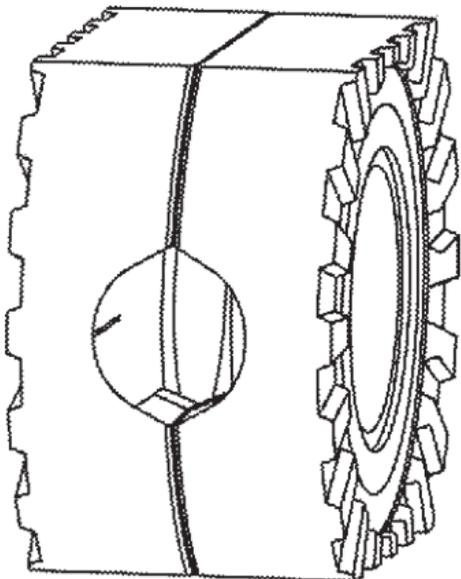

рис. 4
9. Объедините обе распорные муфты со штифтами, пружинками и дистанционными кольцами в сборе в один пакет. Штифты одной муфты должны быть расположены напротив колодцев с пружинками другой муфты. рис.4